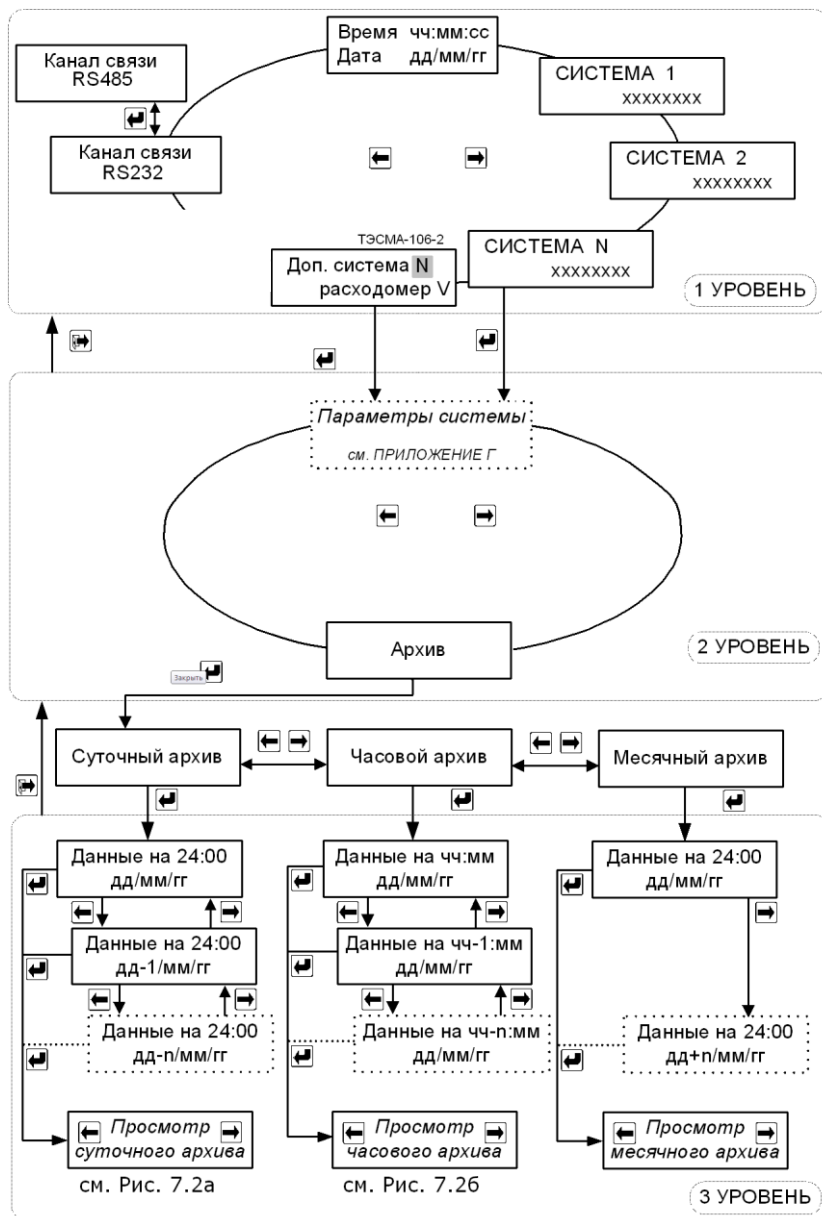

Рис. 5.1 Режим «Рабочий»
5.2.2 Порядок перехода между окнами режима «Рабочий» изображён на рис. 5.1.